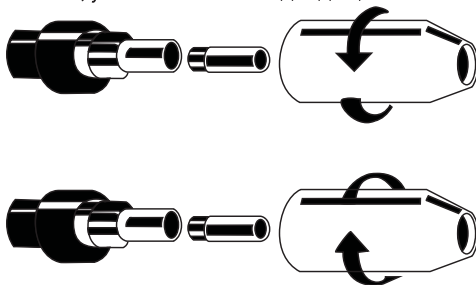

рис. 5
- отключить сварочный полуавтомат от сети, установить токоподводящий наконечник и сопло (см. рис.5);